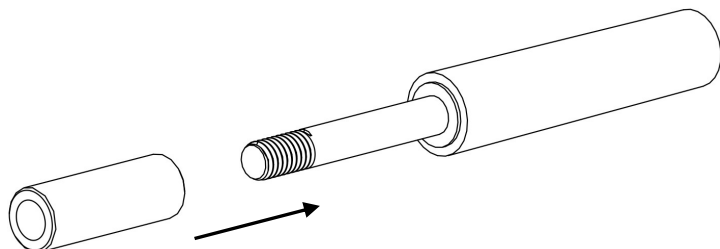
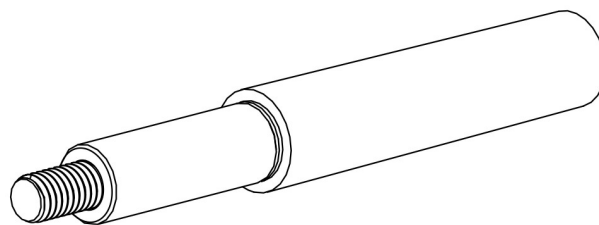

Рисунок 61 – объединение тестового гнезда и изоляционной втулки
Рисунок 62 – тестовое гнездо и изоляционная втулка в сборе
- Объедините тестовое гнездо с изоляционной втулкой (рис. 61; рис. 62).